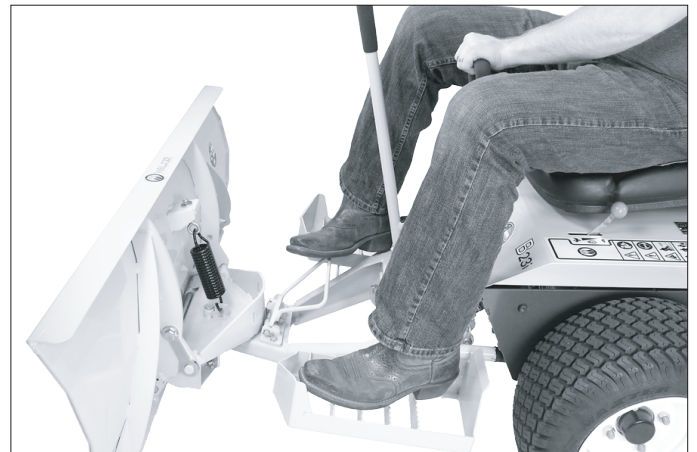

Abb. 5.4
Methode 2: Um das Räumschild in seine Position zu schwenken, halten Sie den Fußabzug (Abbildung 5.4) gedrückt, während Sie den Traktor mit Hilfe der Trägheit des Räumschildes drehen. Lassen Sie den Fußabzug los, damit der Sperrzapfen einrastet.
- Halten Sie den Fußauslöser gedrückt (Abb. 5.4) und drehen Sie die Maschine. Beim Drehen nach rechts schwenkt das Planierschild nach links; Wenn Sie nach links drehen, schwenkt das Planierschild nach rechts. Lassen Sie den Fußauslöser los, damit der Sperrzapfen einrastet.